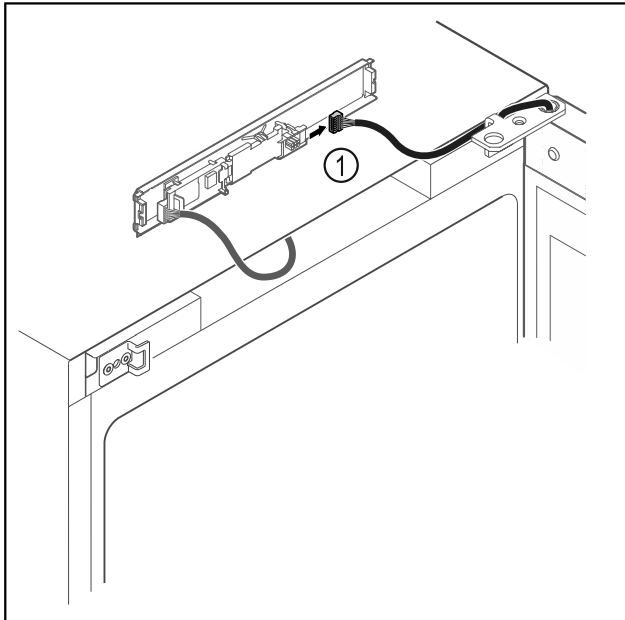

Fig. 17
- Stekker Fig. 17 (1) van printplaat loskoppelen.